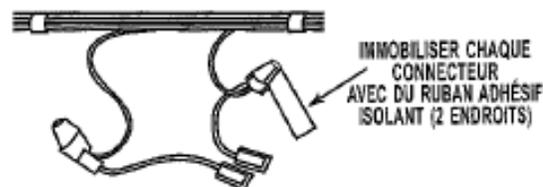

FIGURE 8
11. On peut apposer du ruban adhésif pour immobiliser les connecteurs de fils. Voir figure 8.